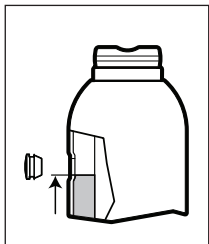
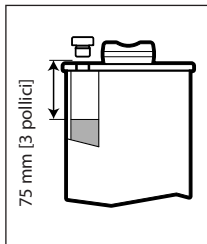

Fig. 5 - Livello dell'olio,
Fig. 6- Livello dell'olio,
- Tutti i modelli ad eccezione del GBJ100: Riempire di olio fino a che raggiunga il bordo inferiore del foro di riempimento. Vedere la Fig. 5.
- Solo per il modello GBJ100: Riempire fino a che l'olio sia di circa 3 pollici [75 mm] sotto al foro di riempimento. Vedere la Fig. 6.
NON RIEMPIRE TROPPO! Con il pistone completamente rientrato ed il martinetto in posizione verticale, il livello dell'olio non dovrebbe essere più alto di quello mostrato in Fig. 5 oppure in Fig. 6 (a seconda del vostro modello di martinetto).